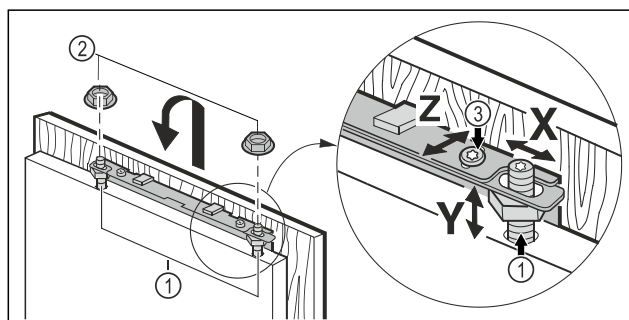

Fig. 46
- Zavěste nábytková dvířka na ustavovací čepy Fig. 46 (1) a pojistné matice Fig. 46 (2) a na ně volně našroubujte pojistné matice.
- Nábytkové dveře vyrovnejte ve výšce Y a ve stranovém sklonu: Ustavovací čepy Fig. 46 (1) nastavte šroubovákem.
- Pojistné matice Fig. 46 (3) dotáhněte.